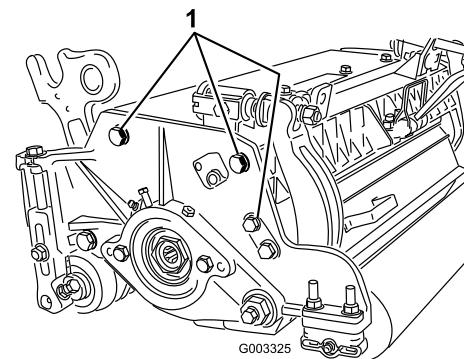

**Figura 13**
1. Ajuste os suportes do rolo traseiro (Figura 13) na altura desejada do limite de corte posicionando a quantidade necessária de cunhas por baixo da flange de montagem da placa lateral (Figura 13) de acordo com o quadro de altura de corte.